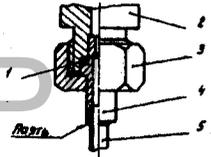

Рис. 1. Подсоединение прибора к трубопроводу
6.4 Присоединить прибор к трубопроводу следующим образом (рис.1):